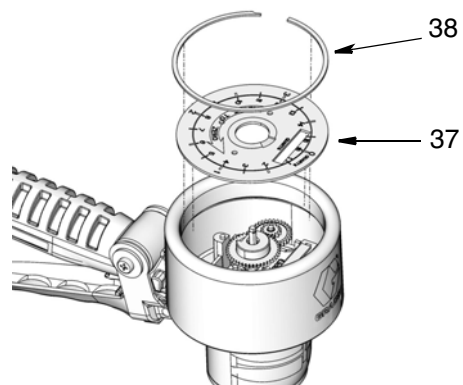

FIG. 22
3. Installare il pannello della piastra frontale (37) e la clip di fissaggio grande (38) (FIG. 22).